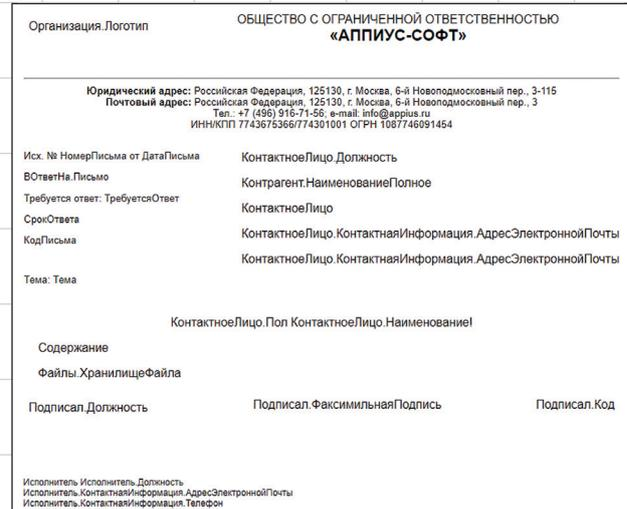

Рис. 6. Автоматически сформированное письмо
• **Формирование PDF-файлов исходящих писем** — отдельный универсальный модуль не требует дополнительных действий от пользователей для создания PDF-файла официального письма. Письмо может быть автоматически сформировано в системе на основе HTML-шаблона (рис. 6).